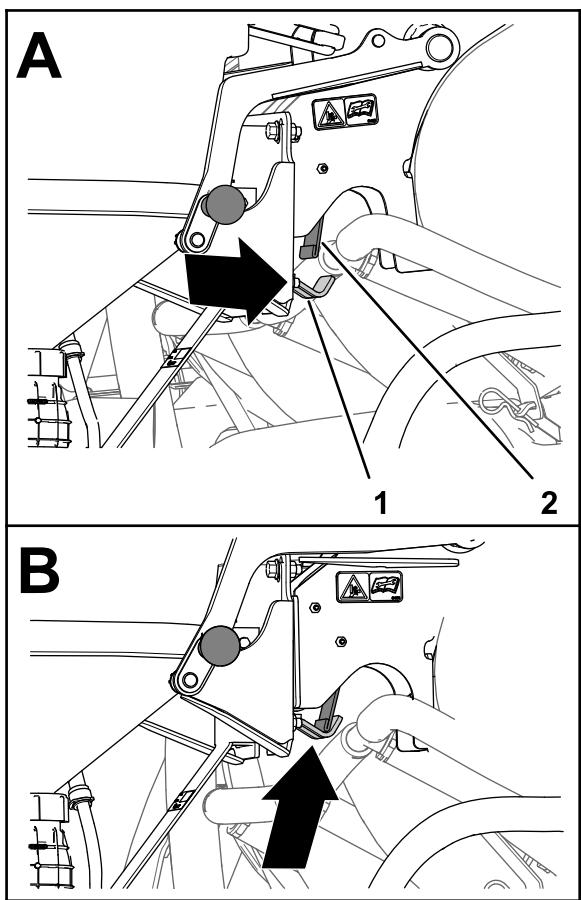

Figura 41
1. Agarre una manija de la parte superior del soporte y la manija del eyector, y tire de la manija del eyector hacia fuera hasta que el gancho del cierre salga de detrás del resorte plano (Figura 38 y Figura 41).